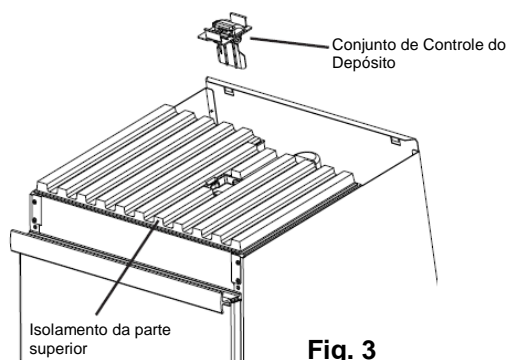

Fig. 3
- 6) Erga o isolamento da parte superior e solte o conjunto de controle do depósito de armazenagem. Erga o conjunto através do isolamento e coloque-o de lado. Vide a Fig. 3.